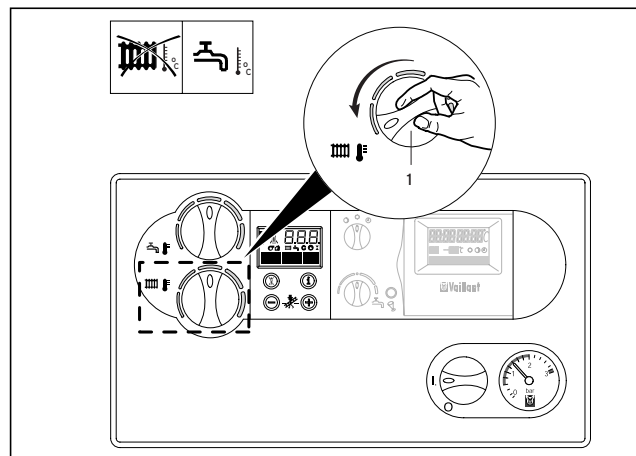

Fig. B.13: Centralvarmedriften udkobles (sommerdrift)
- Drej drejeknappen (1) for indstilling af centralvarmeanlæggets fremløbstemperatur til venstre helt til anslag (fig. B.13).